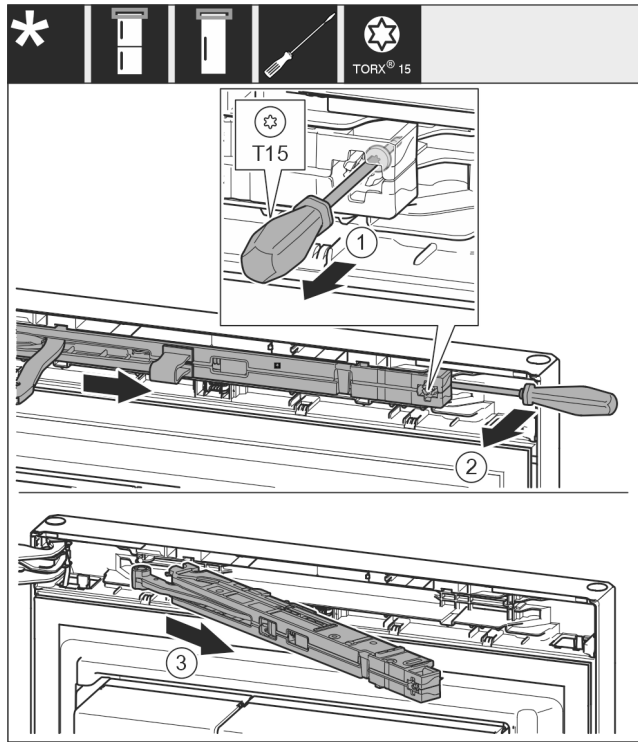

Fig. 8
- ▶ A záráscsillapító egységénél T15 csavarhúzóval kb. 14 mm mértékben engedje ki a csavart. Fig. 8 (1)
- ▶ Nyúljon a markolat felőli oldalról csavarhúzóval a záráscsillapító egység mögé, és forgassa előre az egységet. Fig. 8 (2)
- ▶ Húzza ki a záráscsillapító egységet. Fig. 8 (3)